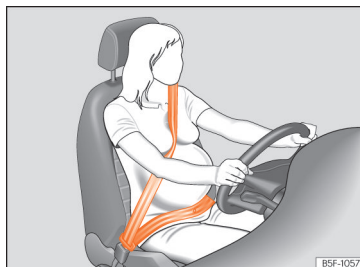

Fig. 13 Colocação da faixa do cinto de segurança no caso das mulheres grávidas.
No caso de **mulheres grávidas**, o cinto de segurança deve passar de forma uniforme sobre o peito e o mais baixo possível na zona pélvica, com a faixa plana para que não pressione o ventre; deve utilizar-se durante toda a gravidez » » » **Fig. 13.**
- No caso de mulheres grávidas, a faixa abdominal do cinto de segurança deve passar o mais baixo possível à frente da zona pélvica, plana e «contornando» o ventre »» Fig. 13.